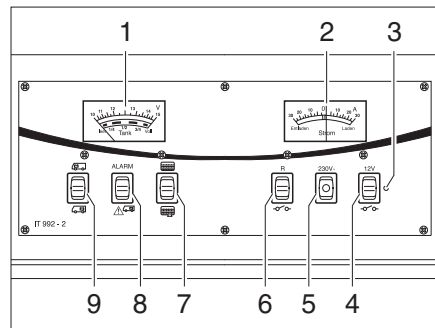

Fig. 169 Panel IT 992
Observar la escala superior del instrumento indicador V/depósito (Fig. 169,1). El instrumento indicador se ilumina automáticamente al accionar el interruptor.
- Pulsar el interruptor basculante (Fig. 169,9) por arriba "☺": Indica la tensión de la batería del motor de arranque.
- Pulsar el interruptor basculante (Fig. 169,9) por abajo "☹": Indica la tensión de la batería del habitáculo.
Observar la escala inferior del instrumento indicador V/depósito (Fig. 169,1). El instrumento indicador se ilumina automáticamente al accionar el interruptor.
- Pulsar el interruptor basculante (Fig. 169,7) por arriba : Indica la cantidad de agua.
- Pulsar el interruptor basculante (Fig. 169,7) por abajo : Indica la cantidad de aguas residuales.
La luz roja de ALARMA (Fig. 169,8) parpadea en cuanto la tensión de la batería del habitáculo baja de 11 V (medición durante el servicio) y hay peligro de descarga completa.
El instrumento indicador (Fig. 169,2) indica constantemente la corriente actual suministrada por la batería. El instrumento indicador se ilumina automáticamente al accionar el interruptor.
El interruptor principal de 12 V (Fig. 169,4) conecta y desconecta el panel y la alimentación de 12 V del habitáculo.
- Pulsar el interruptor basculante (Fig. 169,4) por arriba "  ": La alimentación de 12 V del habitáculo está conectada. La luz de control (Fig. 169,3) se enciende de color verde.
- Pulsar el interruptor basculante (Fig. 169,4) por abajo "  ": La alimentación de 12 V del habitáculo está desconectada. La luz de control (Fig. 169,3) se apaga.
Se enciende la luz de control de 12 V (Fig. 169,3) cuando se conecta el interruptor principal de 12 V (Fig. 169,4).
Se enciende la luz de control de 230 V (Fig. 169,5) amarilla cuando hay tensión de red en la entrada del bloque eléctrico.
- Pulsar el interruptor basculante (Fig. 169,6) por arriba: La bomba de agua está conectada.
- Pulsar el interruptor basculante (Fig. 169,6) por abajo "  ": La bomba de agua está desconectada.